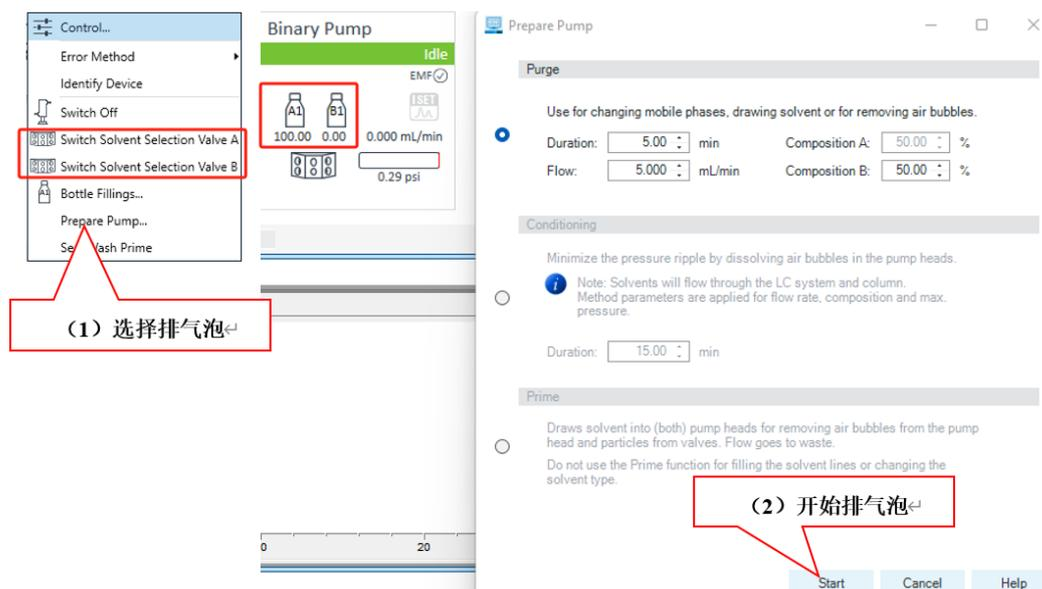

图6-11 液相色谱灌注流动相操作
3. 灌注: 如图6-11, 选择Binary Pump图标 (请注意瓶子上的流路代号, A1/A2,B1/B2,如果不是自己所用的流路, 可点击Switch Solvent Selection Valve A/B进行更换) -右键---Prepare Pump---Purge界面设置排空泵速5 mL/min, A:B=50%:50%比例, 灌注10 min (若更换新液, 100%A和B依次排空, 各5min); 若有气泡: 可依次进行Conditioning---Start; 结束后Prime---Start; 最后再设定Purge---Start。